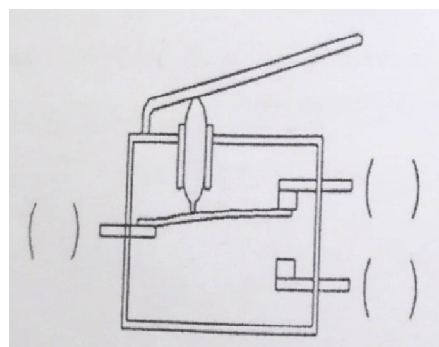

Fig.1.8 Schéma de notation
4. Un état naturel (non pressé) de l'interrupteur de fin de course est illustré à la Figure 1.8. À partir de l'expérience à l'étape 3, remplissez les vides avec NC, NO et COM.